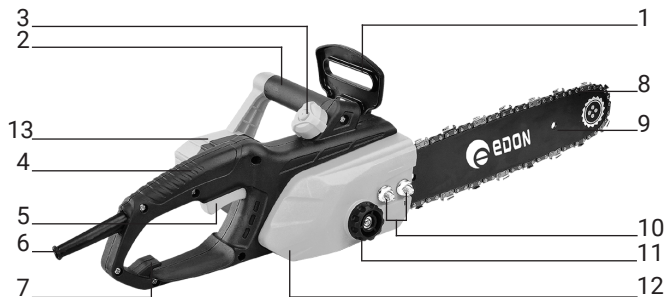

Рис. 1
4.1 Основные функции и внешний вид пилы представлены на рис. 1.
ле крепится звёздочка, преобразующая вращательное движение шпинделя в линейное движение цепи (рис.1 поз.8) по направляющей шине (рис. 1 поз.9). Цепь (рис.1 поз.8) является основным рабочим инструментом пилы. На правой половине корпуса находится внешний кожух привода шины (рис.1 поз.12). На нем расположены гайки крепления шины (рис.1 поз.10) и регулировка натяжения цепи (рис.1 поз.11).
5.1 Установка пильной шины и цепи. Для установки пильной шины и цепи необходимо снять внешний кожух привода шины (рис.1 поз.12), открутив гайки крепления внешнего кожуха (рис.1 поз.10) и ослабить регулировку натяжения цепи (рис.1 поз.11).
- установите цепь на ведущую звезду (рис.2 поз.3), а затем протянуть ее в паз шины по всей длине, как показано на рис. 2. При установке внешнего кожуха привода шины (рис.1 поз.12) следите за тем, чтобы шпилька регулировки натяжения цепи вошла в отверстие натяжения цепи (рис.2 поз.2), после чего зафиксируйте это положение
внешнего кожуха привода гайками крепления шины (рис.1 поз.10).
Для натяжения цепи используйте регулировку (рис.1 поз.11), при этом необходимо ослабить гайки крепления внешнего кожуха (рис. 1 поз.10), цепь считается натянутой правильно, если в средней части шины её можно оттянуть на 5-6 мм и при этом протянуть рукой вдоль шины.
Если цепь натянута туго, ослабьте ее, повернув регулировку натяжения цепи (рис.1 поз.11) против часовой стрелки;
- если цепь сильно провисает в нижней части шины, поверните регулировку натяжения цепи (рис.1 поз.11) по часовой стрелке;
- потянув вверх за переднюю часть пильной шины и зафиксируйте это положение гайками крепления внешнего кожуха (рис.1 поз.10).
- отверните крышку масляного бака (рис.1 поз.3);
- плотно заверните крышку масляного бака (рис.1 поз.3).
- сняв внешний кожух привода шины (рис.1 поз.12), очистите ведущую звёздочку;